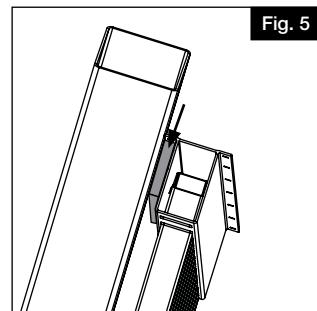

Fig. 5
**NOTA:** Para que el travesaño superior quede a ras del poste a efectos de sujeción, utilice un bloque separador (Fig. 5)